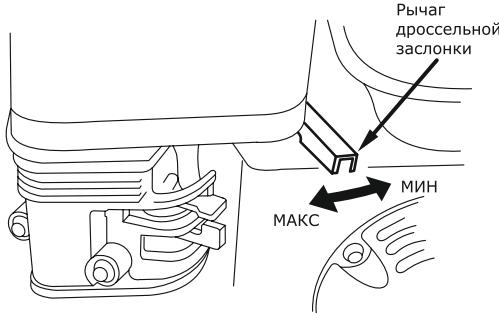

Рис. 14
- По мере прогрева двигателя постепенно передвиньте рычаг воздушной заслонки в положение «Открыто». Число оборотов двигателя и соответственно производительность двигателя регулируется изменением положения рычага дроссельной заслонки (рис. 14).